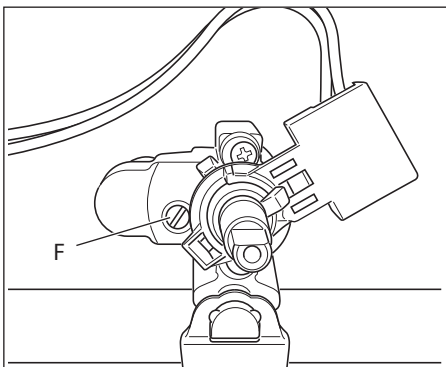

Fig. 2.6
I rubinetti del piano di lavoro sono dotati di valvolatura di sicurezza; in questi rubinetti la vite di regolazione del minimo è situata all'esterno del rubinetto (fig. 2.6).
- Sfilare la manopola del rubinetto e con un cacciavite a taglio agire sulla vite "F" (fig. 2.6) fino ad ottenere la fiamma desiderata.